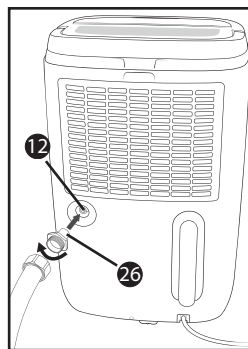

Abb. 4
- ◆ Schrauben Sie, bei Verwendung des EU-Gartenschlauch-Adapters ②⑥, nun einen Gartenschlauch auf den EU-Gartenschlauch-Adapter ②⑥ (siehe Abbildung 4).